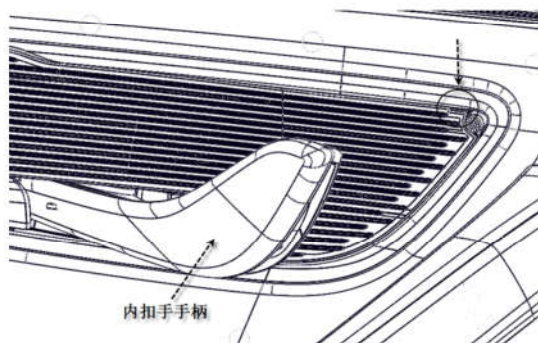

图 8-1-1 内扣手盖板拆卸示意图
- (1) 如图 8-1-1，将内扣手柄打开到最大角度（44 度），用缠有保护胶带的小号一字螺丝刀从箭头所指凹槽处将车门内扣手盖板撬出；